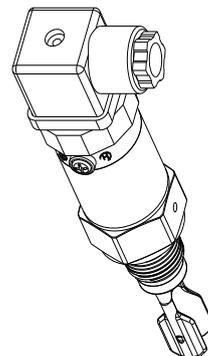

图 14
- (4) 当调试好高低位模式后，请拧紧壳体部分的螺丝（见图 14）。